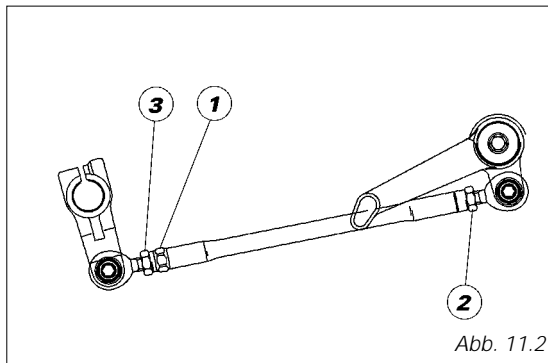

Abb. 11.2
**Einstellung der Position des Fußschalthebels und des Hinterradbremspedals (Abb. 11.2; 11.3)**